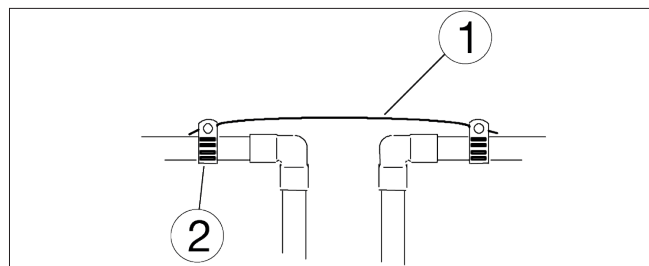

Fig. 12
- Installer un fil de cuivre de calibre 4 (AWG) sur la section retirée de la conduite d'eau principale, en le fixant solidement aux deux extrémités (voir Fig. 12) - pièces non incluses.